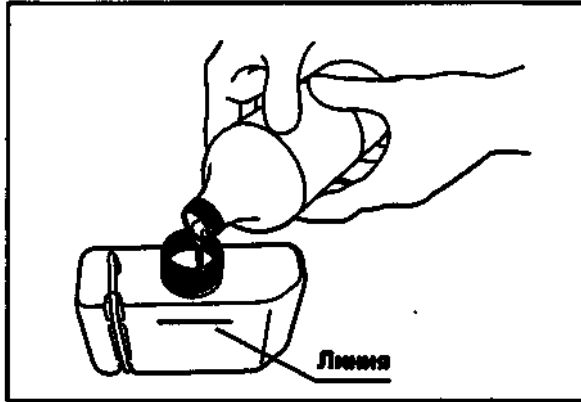

Рис. 4.66
5. Пополнение 70% раствора этилового спирта производите до тех пор, пока его уровень внутри бака не достигнет линии, нанесённой на поверхности бака. При случайном выплёскивании спирта из бака вытрите его чистой тканью (см. рис. 4.66).